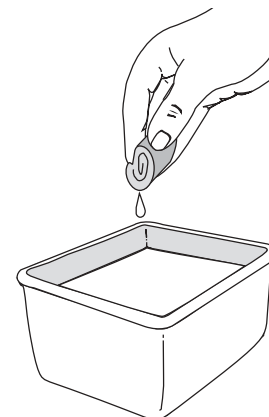

Fig. 35
3. Lavez le filtre dans un mélange d'eau et de détergent (Fig. 35). Rincez le filtre abondamment. Essorez l'excédent d'eau. Laissez sécher complètement.